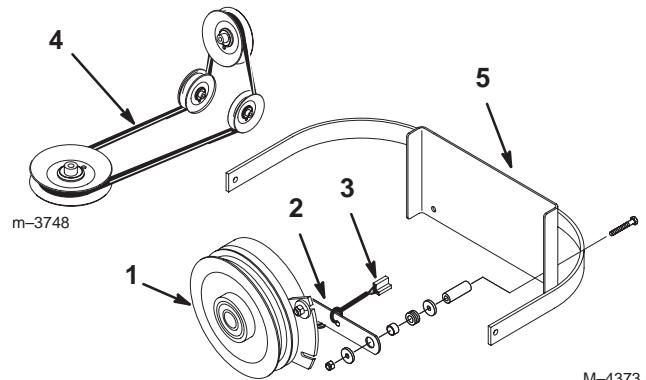

Figure 63
2. Retirez la barrette de retenue de l' embrayage du bâti de la machine et débranchez la borne de l' embrayage du faisceau de câblage (Fig. 63).
7. Posez la barrette de retenue de l' embrayage et branchez la borne de l' embrayage au faisceau de câblage (Fig. 63).